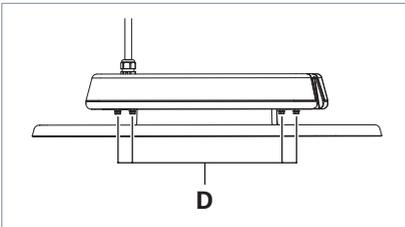

Fig. 9: Lossa skruvarna.
- ▶ Lossa de fyra skruvarna **D** på armaturen, se Fig. 9.